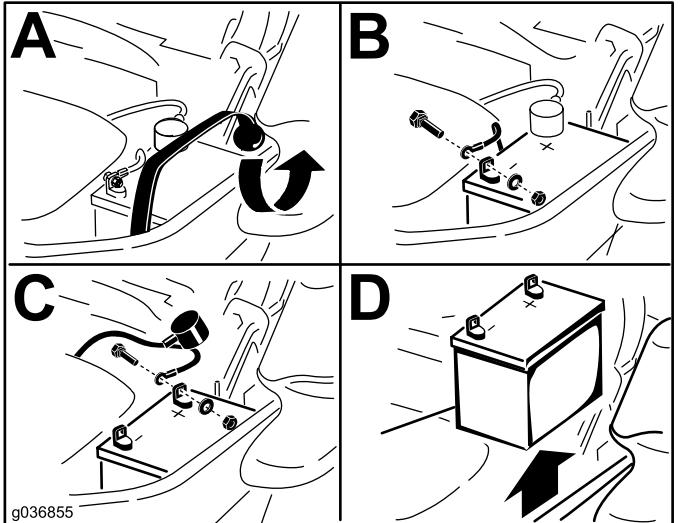

Figura 46
- Retire la batería, según se muestra en Figura 46.
1. Coloque la batería en la bandeja, con los bornes frente al depósito de aceite hidráulico (Figura 46).
4. Fije los cables con 2 pernos, 2 arandelas, y 2 contratuerca (Figura 46).
6. Fije la batería con la correa de goma (Figura 46).